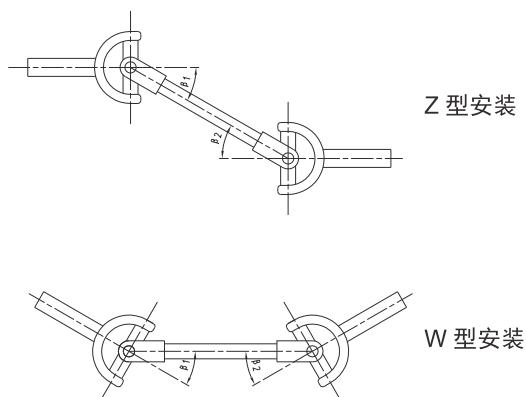

图1 可实现同步运转的万向轴安装方式
- 3.1. 为保证万向轴输入和输出端同步运转，不产生速度波动，安装时不仅要使两端的叉头与中间轴之间构成W或Z字形（见图1），而且还应保证叉头中心线与中间轴轴线之间的夹角β1和β2相等。